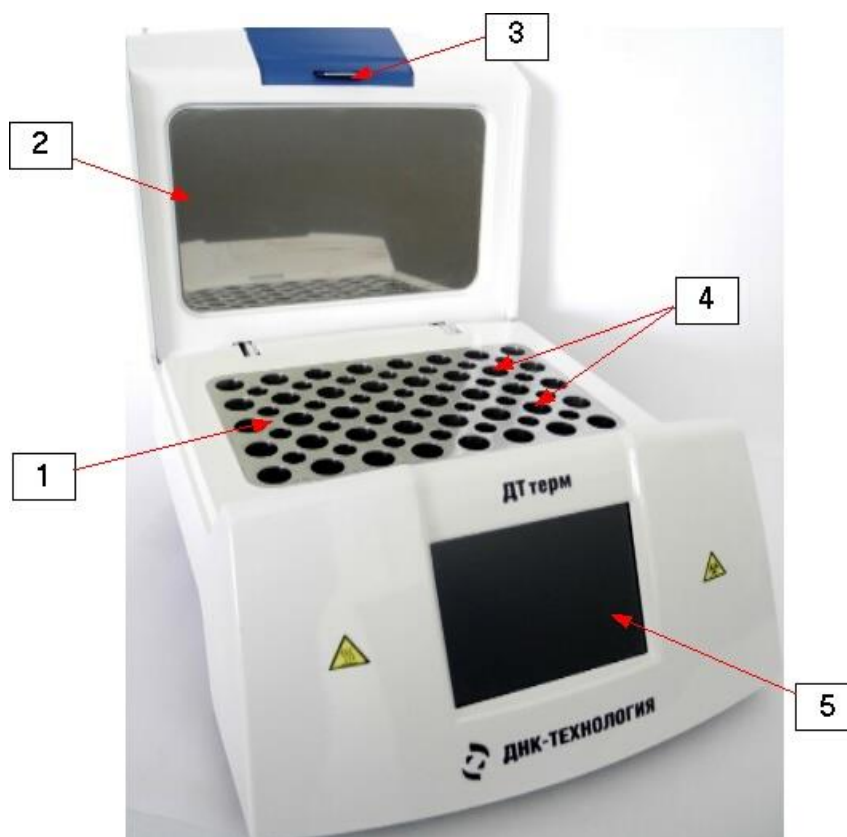

Рис.2 Конструктивные элементы изделия
Металлическую матрицу (термоблок) (1) (рис.2) закрывает сверху теплоизолирующая крышка (2) (рис.2) с маховиком (6) (рис.1) для обеспечения прижима пробирок путём вращения маховика против часовой стрелки. Крышка фиксируется механическим запором, который разблокирует крышку путём
В гнездах (4) (рис.2) матрицы размещают пробирки. Пробирки объёмом 0,5 мл размещают в гнездах малого диаметра. Пробирки объёмом 1,5 мл размещают в гнездах большого диаметра.
На передней панели изделия расположен жидкокристаллический сенсорный дисплей (5) (рис.2) для управления изделием, для отображения параметров выбранного режима работы и статусной информации.